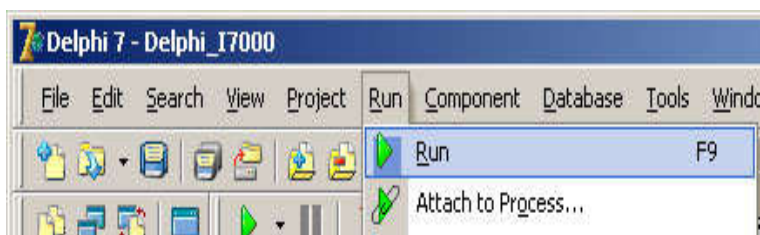

Рис. 79. Запуск приложения
10. Приложение, позволяющее управлять модулями, создано. Для его компиляции и запуска необходимо выбрать пункт меню «Run/Run F9» или нажать горячую клавишу F9 (рис. 79). Проверим работоспособность программы для устройства I-7080, имеющего адрес 02 и подключенного к СОМ-порту №4, настроенного на скорость 9600 бит/с.